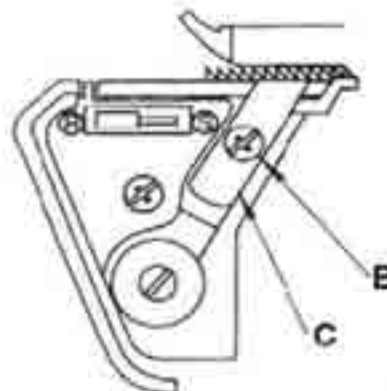

Abb.111
2. Stellen Sie das obere Messer **18** in die Ruhestellung (A).
3. Entfernen Sie die Schraube am unteren Messer **22** (B) und entfernen Sie das Messer **22** (C) (Abb. 111).